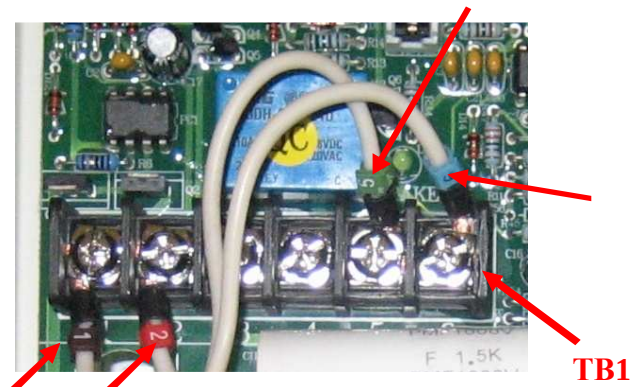

Рис. 4.11.
4.8.4. Присоединить провода с маркировкой "1", "2", "5", "6" к клеммам колодки управления **ТВ1** тормозного прерывателя, имеющим аналогичную маркировку (рис. 4.11).